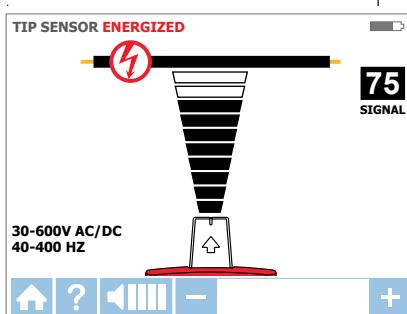

Figura 3.2e
- Seleccione el modo **TIP SENSOR (SENSOR DE PUNTA)** energizado con las flechas direccionales para resaltar este modo de funcionamiento y presione el botón amarillo "ENTER (INTRO)". La pantalla aparecerá como se muestra en la Figura 3.2e.